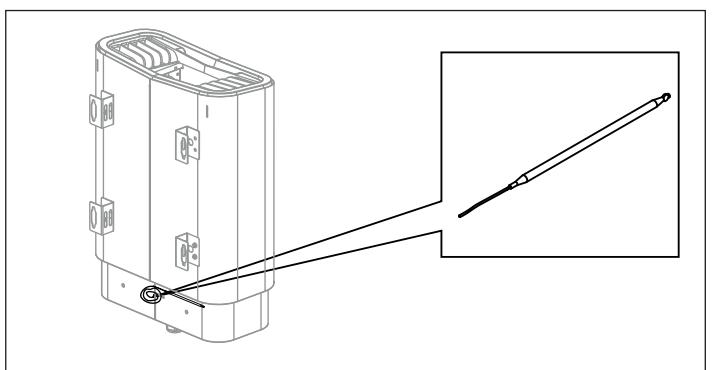
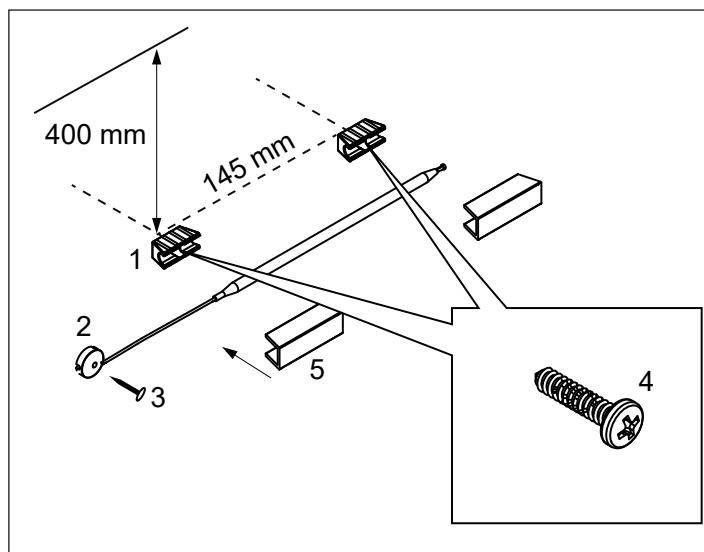

Figure 14 : Localisation du capteur de température
Figure 12 : installation du capteur de température
Installez les supports de capteur d'humidité et de température (voir (1) dans la Figure 12) à 400 mm en dessous du plafond et à 145 mm de distance à l'aide des deux vis fournies (4).
Insérez le capteur de température (situé à l'arrière du poêle, voir Figure 14) et fixez le tube capillaire en place à l'aide des clips (2) et des clous de finition (3) (voir Figure 12).
Pour un raccordement à d'autres tensions ou d'autres nombres de phases ne figurant pas sur le schéma de la Figure 14, contactez le service de maintenance TylöHelo.